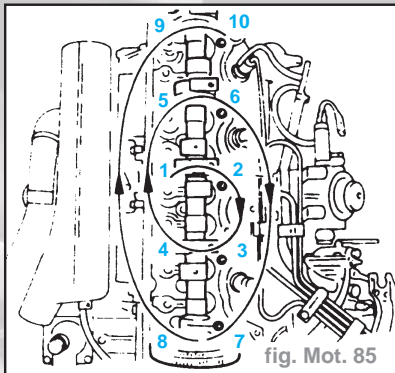

fig. Mot. 85
- Serrer les vis en spirale de l'intérieur vers l'extérieur à 3 daN.m (fig. Mot. 85).
- Serrer les vis de culasse, en spirale de l'intérieur vers l'extérieur (fig. Mot. 85) à **10 daN.m**, puis serrage de **135°**, resserrage de **30°** dès que le moteur a atteint sa température normale de fonctionnement, puis resserrage de **30°**.